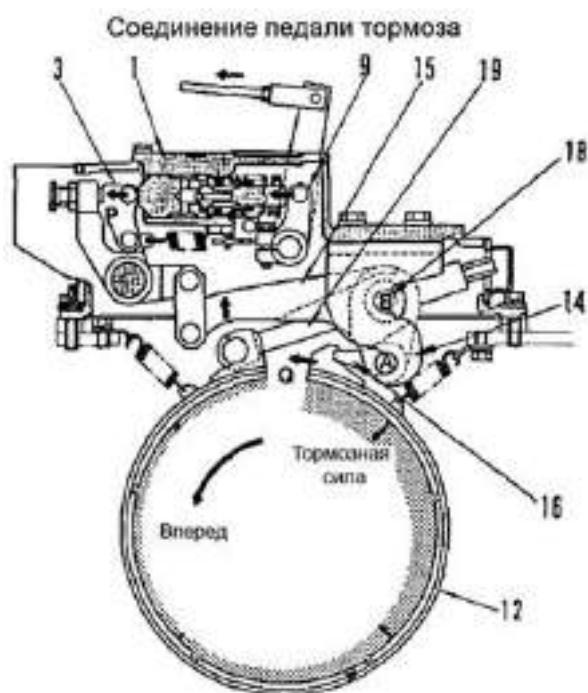

Рис. 5-31
Если рычаг рулевого управления передвигается до конечного положения при движении вперед (рис. 5-31), поршень усилителя тормозов перемещается влево, коромысло клапана (3) поворачивается, и коромысло клапана (15) движется вверх. Лента тормоза перемещается против часовой стрелки, шток (19) отталкивается влево, кронштейн (14) отодвигается за счет пальца (18). В результате, коромысло клапана (15) вращается по часовой стрелке с опорой в точке В, хвостовик (16) по направлению, указанному стрелкой Q, таким образом, барабан тормоза сжимается лентой тормоза и обеспечивает действие тормоза.